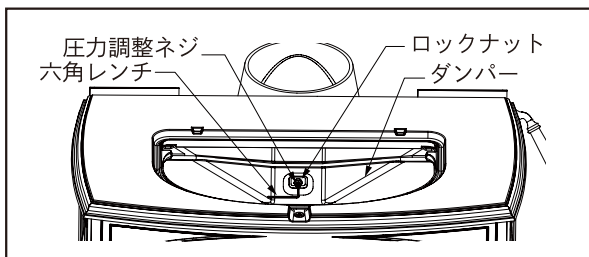

図 24 六角レンチでダンパーを調整
1. グリドルを取り外す。ダンパー中央にあるロックナットを緩める（図 24）